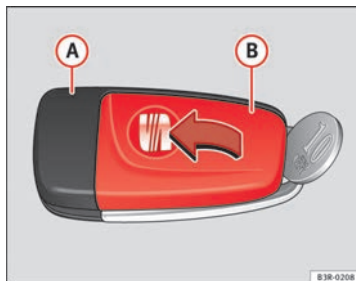

Fig. 69 Llave principal:
- Separe **con cuidado**, haciendo palanca con una moneda, la parte de la llave ⇒ fig. 69 **A** y la tapa **B**.